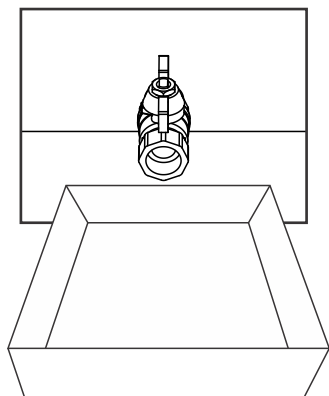

Figura 1
- 3 - Esvazie o fritador abrindo a válvula localizada na parte traseira inferior do equipamento, girando-a no sentido ANTI-HORÁRIO. Para repor o volume de água, deve-se inserir a água ou a solução sobre o óleo contido no conjunto do tacho e aguardar até que a mesma esteja completamente no fundo (mistura heterogênea). Retire toda a mistura contida no interior, utilizando um recipiente abaixo da válvula (Figura 1);